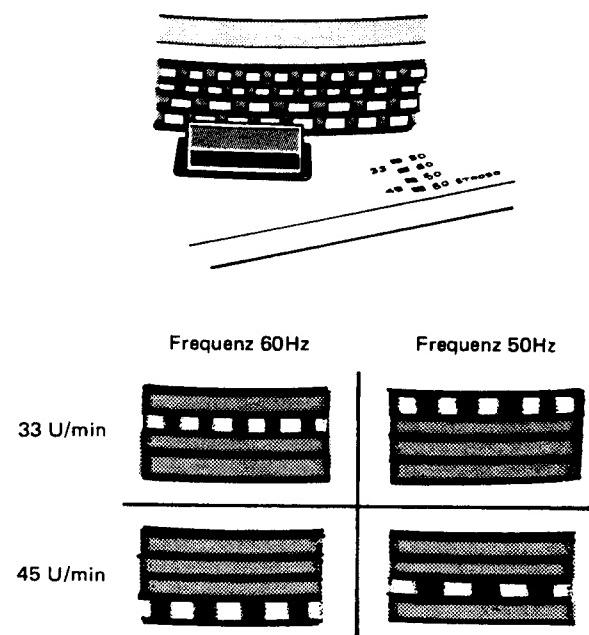

Abb. 19
4. Wenn sie nach rechts wandern, rotiert der Plattenteller langsamer als mit der Nenndrehzahl. Den Drehzahl-Feinregler für 33er Platten in Richtung minus (-), d.h. gegen den Uhrzeigersinn drehen, bis die Strobomarkierungen stillstehen (Abb. 19). Wenn sie nach links wandern, rotiert der Plattenteller schneller als mit der Nenndrehzahl. Den Drehzahl-Feinregler für 33er Platten in Richtung minus (-), d.h. gegen den Uhrzeigersinn drehen, bis die Strobomarkierungen stillstehen (Abb. 19).
5. Dann den Drehzahlwähler für 45er Platten drücken und unter Beobachten der Strobomarkierungen die Feineinstellung für die Drehzahl 45 U/min auf gleiche Weise vornehmen (Abb. 19).